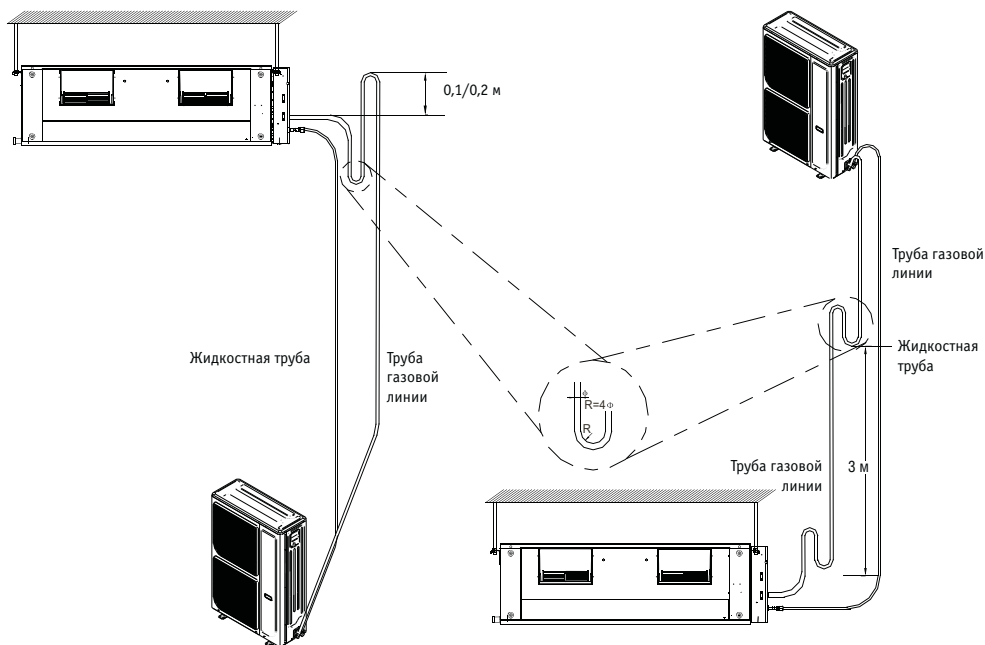

Рис. 39
- Снимите крышку, вывернув винты. Если наружный блок не имеет крышки, выверните винты на сервисной панели и снимите с нее кожух, потянув в направлении, указанном стрелкой (см. рис. 39).